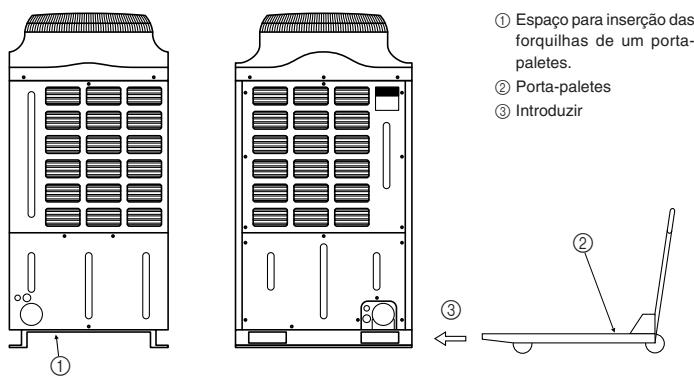

Fig. 3-2
3.2. Transporte em porta-paletes (Fig. 3-2)